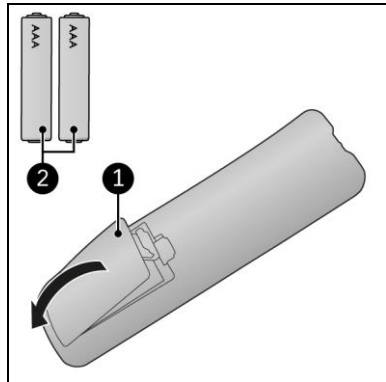

Figura 15
1. Îndepărtați capacul pentru baterii (figura 15, poz. 1).
2. Introduceți două baterii AAA 1,5V (Figura 15, poz. 2) în compartimentul pentru baterii. Asigurați-vă că poziționați corect bateriile.